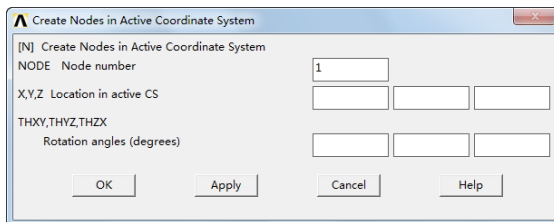

图 14-18 生成第一个节点
⑦创建节点：Main Menu > Preprocessor > Modeling > Create > Nodes > In Active CS，弹出“Create Nodes in Active Coordinate System”对话框。在“NODE Node number”文本框中输入 1，如图 14-18 所示，在“X,Y,Z Location in active CS”文本框中分别输入“0、0、0”。单击“Apply”按钮。